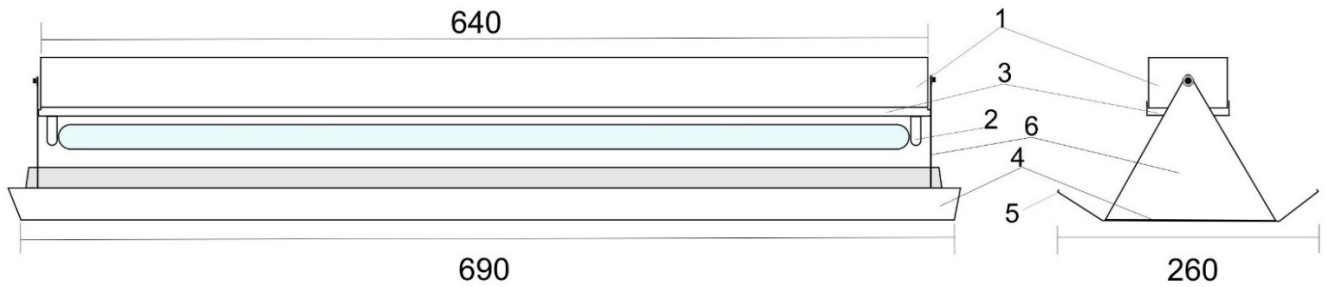

Рис. 1.
Корпус (1) Маячка (рис. 1, 2) изготовлен из стального листа, окрашенного порошковой эмалью. В корпусе установлены ламподержатели (2) – одноместные для однолампового устройства (СЛН23/LED1) и двухместные для двухлампового (СЛН23/LED2), клеммная колодка с монтажными проводами в соответствие с электрической схемой (рис 3). Нижняя часть корпуса – планка (3) закреплена винтами М4. Рабочая область Маячка состоит из двух держателей (6) и поддона (4), который имеет ограничители (5) для фиксирования клеевого листа. Сверху на корпусе закреплены два кронштейна (7) для крепления к стене.